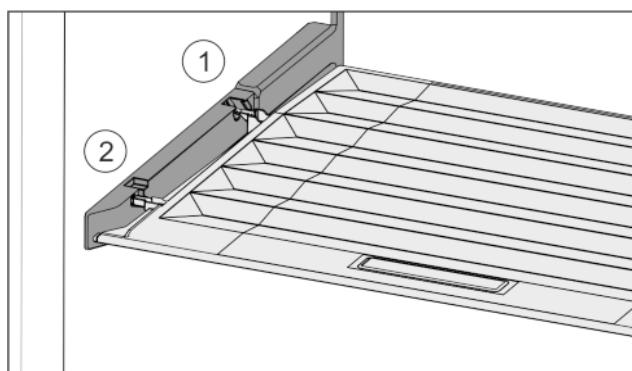

Fig. 29
- ▶ Robova predala vstavite nad odprtino zadnjega držala Fig. 29 (1), spredaj pa ju zataknite v držalo Fig. 29 (2).